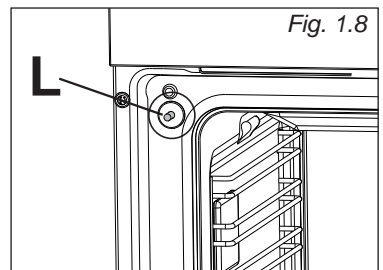

Fig. 1.8
**IMPORTANTE** (solo per alcuni modelli): Quando si movimenta l'apparecchio, prestare particolare attenzione a non danneggiare la leva sensore porta "L" (fig. 1.8) (vicina all'angolo in alto a sinistra della guarnizione del forno).